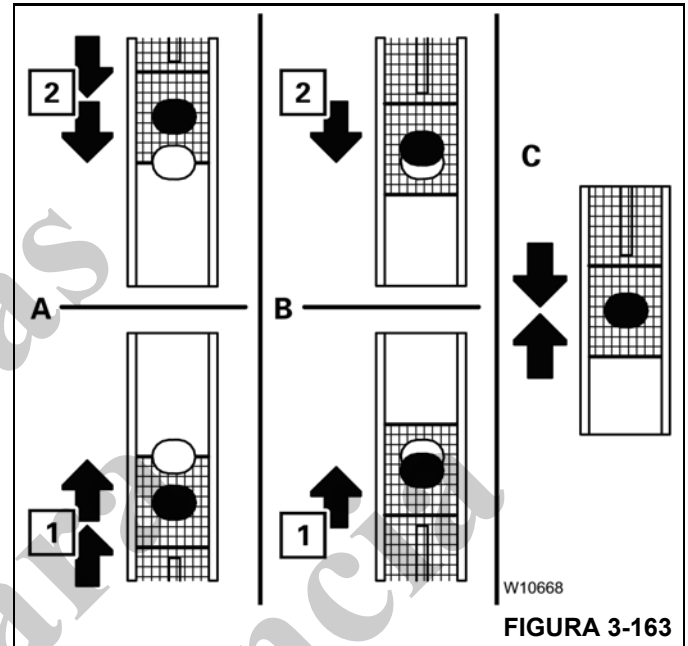

FIGURA 3-163
Perto de um ponto de travamento, o mostrador (3) indica o seguinte, consulte (Figura 3-163):